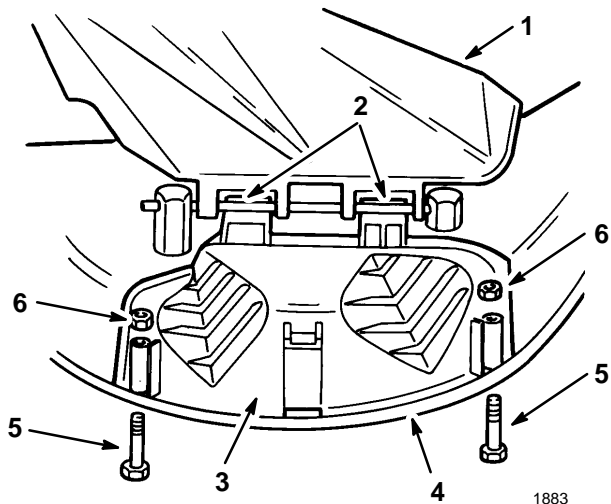

Abbildung 12
1. Das Grasablenkblech hochheben und die Zungen oben an der Auswurfabdeckung unter die Haltestange des Grasablenkblechs schieben. Die Auswurfabdeckung nach unten über die Öffnung und auf die untere Lippe des Rasenmähers drehen (Abb. 12).
2. Die Auswurfabdeckung mit Schrauben und Muttern an der unteren Lippe des Rasenmähers befestigen (Abb. 12).